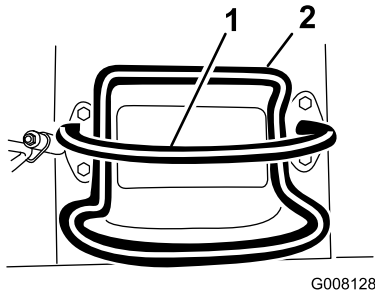

Figura 5
- Per l'arresto, rilasciate il comando della trazione (Figura 5).